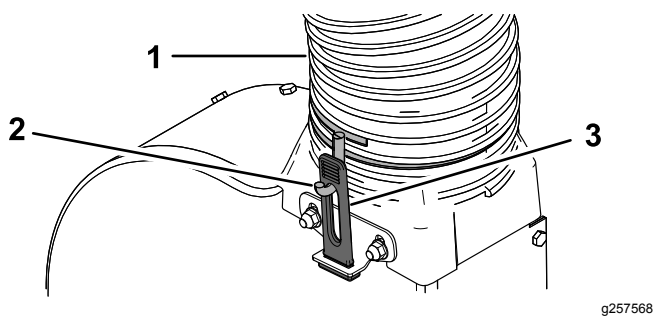

Figure 10
4. Serrez le collier sur l'autre extrémité du nouveau flexible de 2 à 3 tours (Figure 10).
fixez le flexible en tirant et engageant les loquets en caoutchouc sur les crochets (Figure 10).